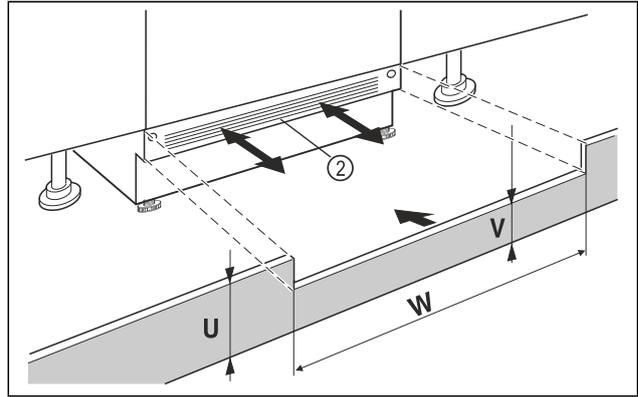

Fig. 12 Representación a modo de ejemplo
- ▶ Colocar el zócalo del aparato Fig. 12 (2) sin fijarlo aún.
- ▶ En caso de que el zócalo Fig. 12 (2) quede visible, colocarlo lo más adelante posible, de modo que el borde delantero de la rejilla de ventilación y el zócalo del mueble estén al mismo nivel.
- ▶ En caso de que el zócalo no quede visible Fig. 12 (2), colocarlo detrás del todo.
- ▶ Vigilar que la ranura de ventilación quede completamente libre: en caso necesario, recortar la altura del zócalo del mueble Fig. 12 (U).
- ▷ Adaptar, a lo largo de la anchura del hueco, Fig. 12 (W) la altura del nervio Fig. 12 (V) debajo del zócalo del aparato Fig. 12 (2).